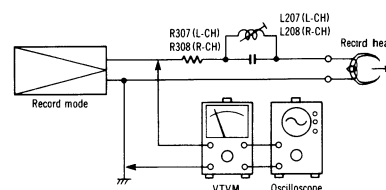

Fig. 18
1. Branchez les appareils comme ci-dessous (voir fig. 18). 2. Placez l'appareil en position enregistrement. 3. Réglez les bobines de la trappe L207 (canal gauche) et L208 (droit) pour que la mesure soit au minimum. 4. Effectuez ce réglage pour les deux canaux.
㊦ Bias leak Condition: * Record mode Equipment: * VTVM * Oscilloscope	- Test equipment connection is shown in fig. 18. - Place UNIT into record mode. - Adjust trap coil L207 (L-CH), L208 (R-CH), so that measured value on VTVM becomes minimum. - Take adjustment for both channels.